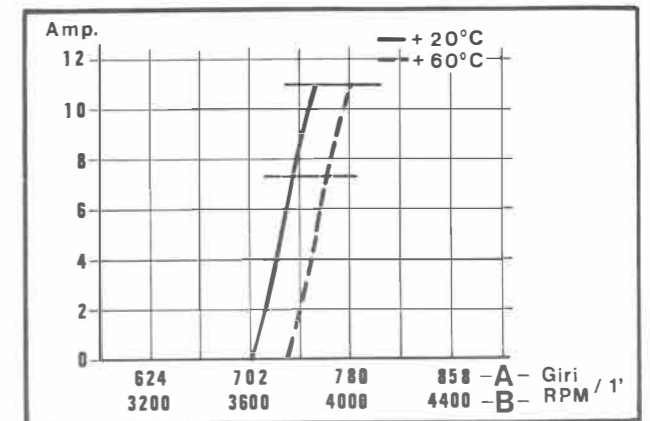

Fig. 58
Le diagramme (Fig. 58) indique l'intensité de courant (Amp.) à la variation du régime du moteur (A) et dynastart (B) avec tension de la batterie constante à 12,5 V. et température de \pm 20°C. et 60°C.
Diagram in Fig. 58 shows current values (Amp.) referred to engine speed (A) and starter generator speed (B), with a constant 12.5 Volts battery voltage. Readings taken at temperatures of 20°C and 60°C. If, with a 12.5 V. battery voltage, there is no charging, replace regulator and repeat recharge check. If positive results are not yet obtained, check starter motor on a test bench.
Das Diagramm der Abbildung 58 gibt die Stromstärke (Amp) als Funktion der Motoren- (A) und der Lichtanlasserdrehzahl (B) an bei einer konstanten Batteriespannung von 12,5 V und einer Temperatur von \pm 20°C und 60°C. Wenn bei einer Spannung von 12,5 V der Ladungsstrom gleich Null ist, Regler ersetzen und Ladezustand nachprüfen. Falls letzterer gleichbleibt, Lichtanlasser auf elektrischem Prüfstand kontrollieren.